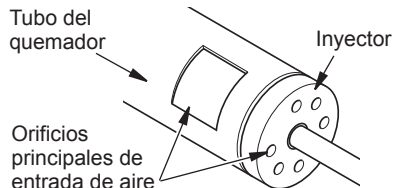

Figura 22 - Quemador y soporte del inyector
2. Inspeccione el quemador, el piloto y los orificios de entrada de aire principales del inyector en busca de polvo y suciedad (consulte Figura 22).